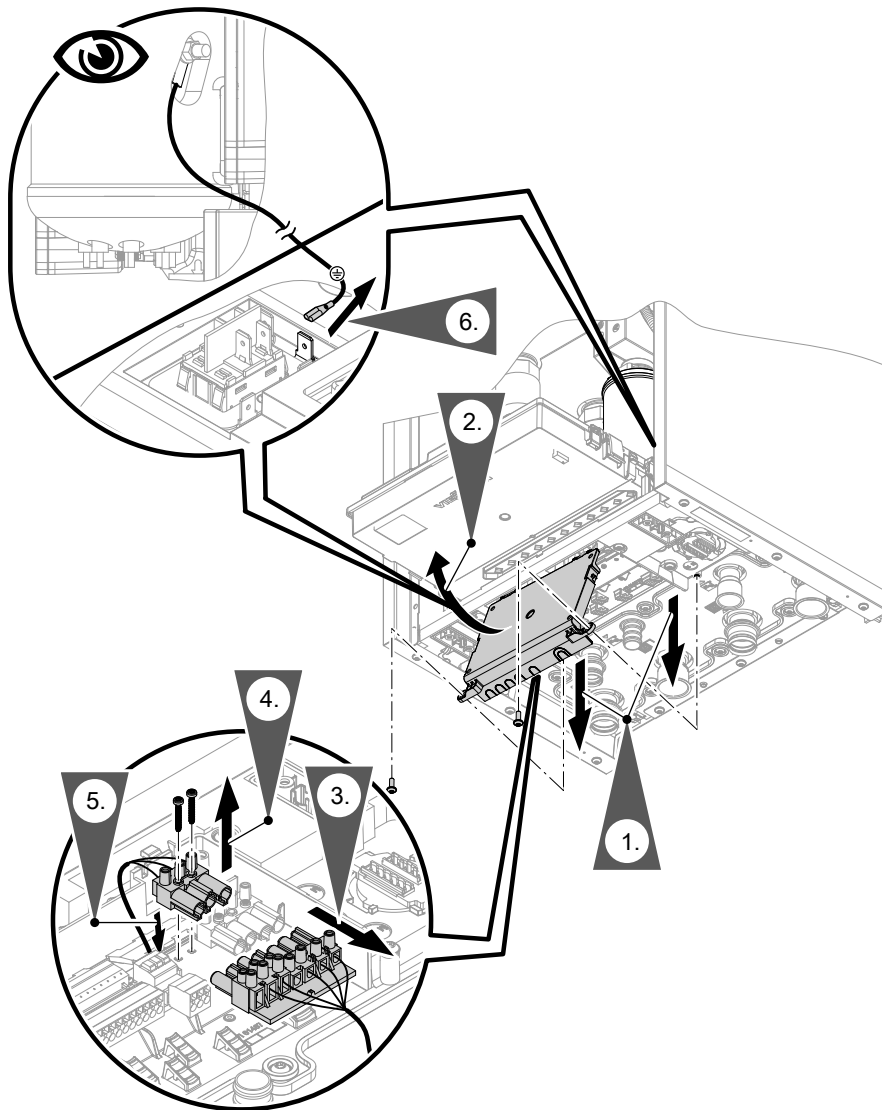

Abb. 87
- Anschlüsse Heizwasser-Durchlauferhitzer: Stecker der Netzanschlussleitung: Siehe Kapitel „Netzanschluss Heizwasser-Durchlauferhitzer“ und Abb. 87.